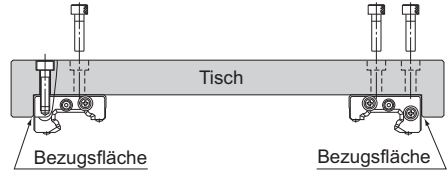

Abb. 25
- (1) Der Tisch wird an die Bezugsfläche des Führungswagens angeschlagen und festgeschraubt (siehe Abb. 25). Bitte zuerst die äußeren Schrauben festziehen!